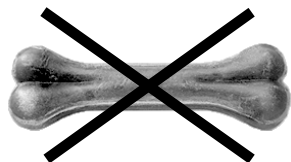

Abb. 23
- Die Aufschnittmaschine dient zum Schneiden von frischem, abgehangtem oder gegartem Fleisch ohne Knochen sowie von nicht gefrorenen Wurstwaren oder Gemüsen mit Temperaturen bis max. 20 °C (Abb. 23). Jeder sonstige Gebrauch ist nicht bestimmungsgemäß und daher gefährlich.